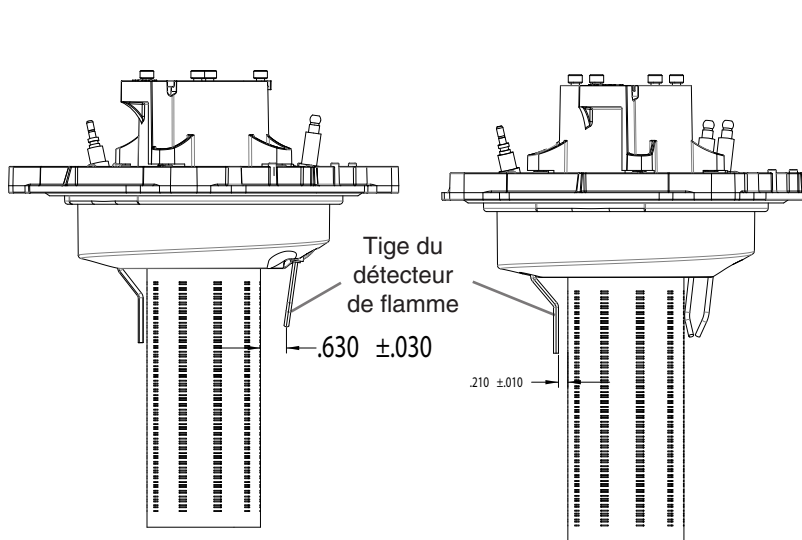
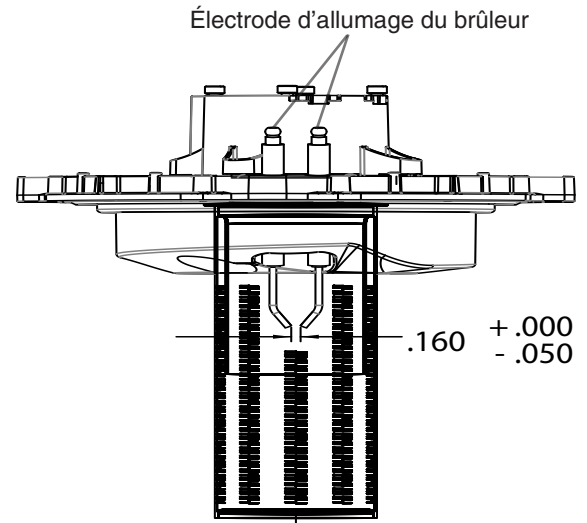

Figure 44. (A) Tige du détecteur de flamme
Figure 45. (B) Électrode d'allumage du brûleur
- L'isolation thermique doit être vérifiée tous les 12 mois et remplacée si nécessaire. Inspecter l'isolation thermique pour détecter les signes de dommages extérieurs à le chauffe-piscine. Il est recommandé d'appeler un technicien d'entretien qualifié pour inspecter l'isolation thermique. Consulter la Figure 44 et la Figure 45.